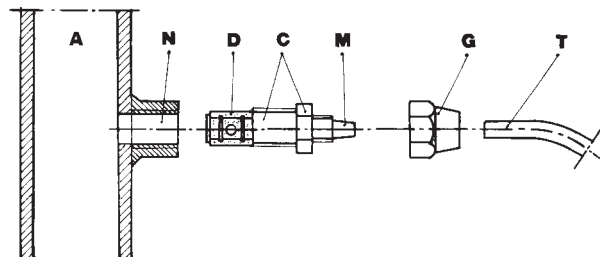

Fig. 9
- g. - Applicare sulla condotta dell'impianto da trattare, nel punto più idoneo per effettuare l'iniezione del prodotto da dosare, un raccordo in acciaio da 3/8" gas femmina. Tale raccordo è escluso dalla fornitura. Avvitare la valvola di iniezione nel raccordo utilizzando come guarnizione del Teflon Fig. 9. Connettere il tubetto all'attacco conico della valvola d'iniezione e bloccarlo con l'apposita ghiera G. La valvola di iniezione è anche valvola di non ritorno.
3.1 - SCHEMA DI MONTAGGIO VALVOLA DI INIEZIONE Fig. 9